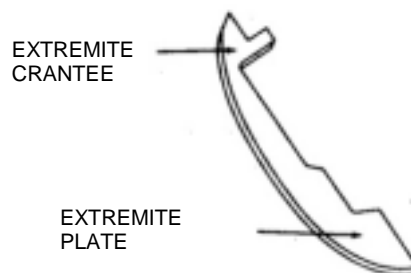

Figure 7.10.1
C. Insérer la jauge de jeu "E" T-150 (Figure 7.10.1) entre les pôles de laminage de l'arbre de rotor et les pôles de laminage du corps.